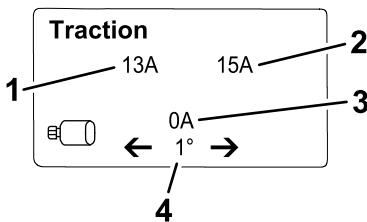

Figura 22
- **Schermata delle informazioni sulla trazione** (Figura 22): mostra l'angolo di sterzata corrente e l'amperaggio assegnato a ciascun motore di trazione.